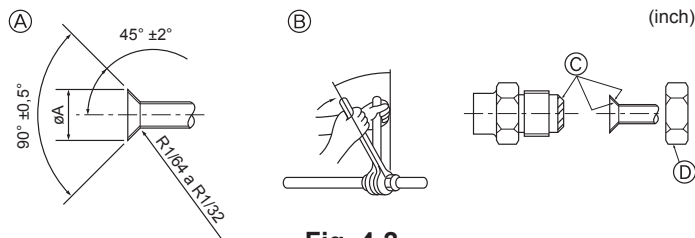

Fig. 4-2
4.2. Tubos de conexión (Fig. 4-2)